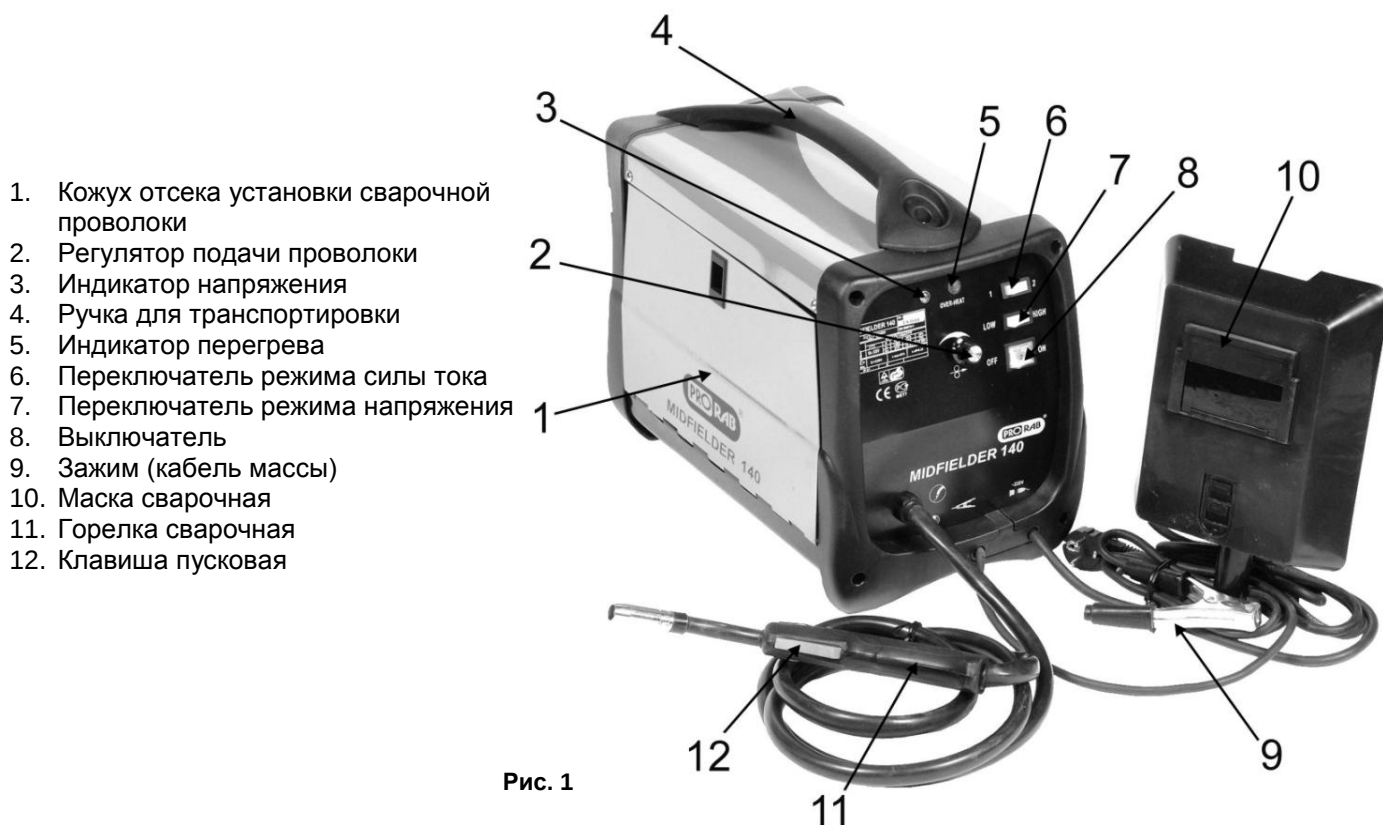

Рис. 1
- Полярность в режиме NO GAS (без газа), при сварке флюсовой проволокой должна быть прямая: минус на подводящем проводе горелки (11)(См. Рис.1), а плюс - на подводящем проводе массы для закрепления на изделии.
- Скорость подачи проволоки можно регулировать посредством регулятора (2)(См. Рис.1), расположенного на передней панели аппарата.
- Откройте отделение для катушки, отжав фиксатор на защитном кожухе (1)(См. Рис.1).
- Верхний подающий ролик (3)(См. Рис.1) имеет несколько рядов борозд, под определенный диаметр проволоки. Для смены ролика – открутите винты его прижимной крышки, снимите ролик.
- Ручку регулятора скорости подачи проволоки (2)(См. Рис.1) на лицевой панели аппарата установите в минимальное положение.
- Подключите сетевой шнур к сети питания, включите сварочный аппарат (установите переключатель (8)(См. Рис.1) в положение «ВКЛ»).
- Нажмите на пусковую клавишу сварочной горелки (12)(См. Рис.1). Подождите, пока проволока пройдет по всему направляющему шлангу, и ее конец выйдет на 20-30 мм из сопла горелки.